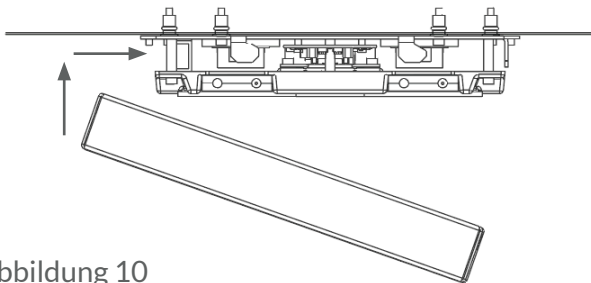

Abbildung 10
5. Haube schließen (siehe Abb. 10 bis 13).
6. Beim Fixieren der Haube darauf achten, dass die verliersicheren Schrauben (16) bis zum Anschlag angezogen sind.
6. Achten Sie beim Fixieren der Haube darauf, dass die verliersicheren Schrauben (16) bis zum Anschlag angezogen sind.